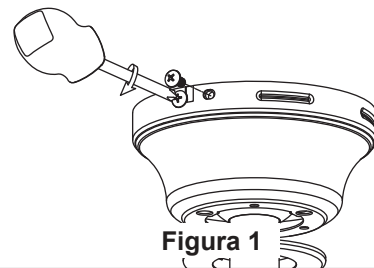

Figura 1
1. Retire y deseche los topes del motor del ensamble del motor quitando los tornillos. (Figura 1)
Para evitar una posible descarga eléctrica, asegúrese de cortar la alimentación eléctrica de la caja de fusibles principal antes de colgar el ventilador. (Figura 1)
Para evitar una posible descarga eléctrica, asegúrese de cortar la alimentación eléctrica de la caja de fusibles principal antes de alambrado el ventilador. (Figura 1)
1. Levante el ventilador del enganche del soporte colgante e instale su ventilador deslizando la cubierta del techo con dos tornillos aflojados en las ranuras en forma de "L" de la cubierta. Asegúrese de que todo el cableado se introduce adecuadamente en la cubierta del techo y que no se presiona ningún cable. Una vez que la cubierta está colocada y alineada con el techo, gire en el sentido de las agujas del reloj para asentar los tornillos en la parte correcta de la ranura. A continuación fije adecuadamente los tornillos y instale los dos tornillos restantes extraídos en el paso 1 de la página 30 (**Cómo colgar el ventilador de techo**) para asegurar la cubierta del techo al soporte colgante del techo. (Figura 1)
1. Levante el ventilador del enganche del soporte colgante e instale su ventilador deslizando la cubierta del techo con dos tornillos aflojados en las ranuras en forma de "L" de la cubierta. Asegúrese de que todo el cableado se introduce adecuadamente en la cubierta del techo y que no se presiona ningún cable. Una vez que la cubierta está colocada y alineada con el techo, gire en el sentido de las agujas del reloj para asentar los tornillos en la parte correcta de la ranura. A continuación fije adecuadamente los tornillos. (Figura 1)
1. Coloque el aspa sobre el soporte de aspas con los pilotes roscados a la vista. Asegúrese de que la parte inferior del aspa se encuentre bien apoyada sobre el soporte. Con un destornillador Phillips, fije los tornillos de cabeza dentada de 3/16"-24 con arandela de plana para asegurar la placa en el brazo de sujeción de las palas. (Figura 1)
1. Extraiga los tres tornillos desde el caja de interruptor y guarde los tornillos para pasos posteriores. (Figura 1)
1. Restaure la fuente de alimentación de la toma de corriente enciendo la electricidad del fusible principal. (Figura 1)